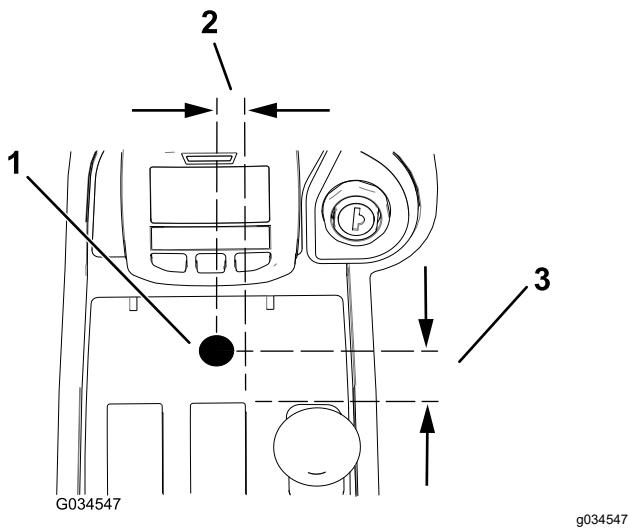

Figure 16
1. Percez un trou de 13 mm dans la console centrale ; voir la Figure 16 pour connaître la bonne orientation.